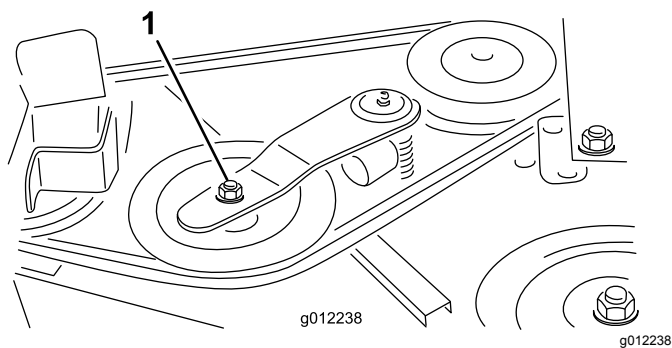
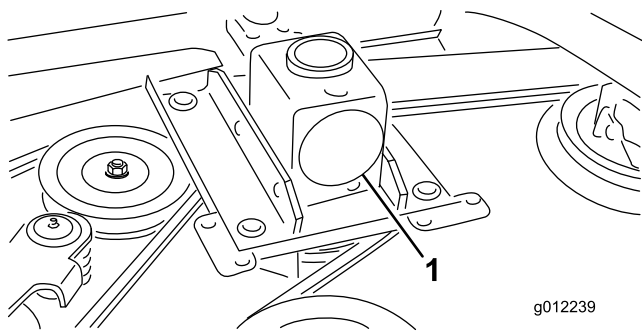

図 34
図 35
2. トルクレンチなどの工具を使ってアイドラプリー 図 34 をベルトから引き離してベルトの張りをなくし、ベルトをギアボックスのプリー 図 35 から外す。